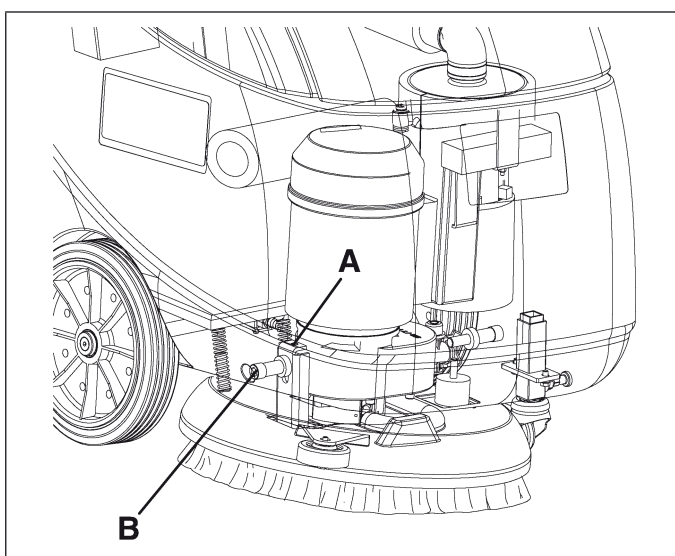

Figure 21
2. Efectuar el ajuste de la velocidad de marcha de la máquina mediante el tornillo (A, Fig. 21) efectuando el procedimiento siguiente:
- aflojar el tornillo (B, Fig. 21), en el lado derecho de la máquina, girándolo en sentido antihorario;
- girar el tornillo de ajuste (A, Fig. 21) en sentido antihorario para aumentar la velocidad de marcha de la máquina;
- girar el tornillo de ajuste (A, Fig. 21) en sentido horario para disminuir la velocidad de marcha de la máquina;
- una vez efectuado el ajuste, enroscar el tornillo (B, Fig. 21).